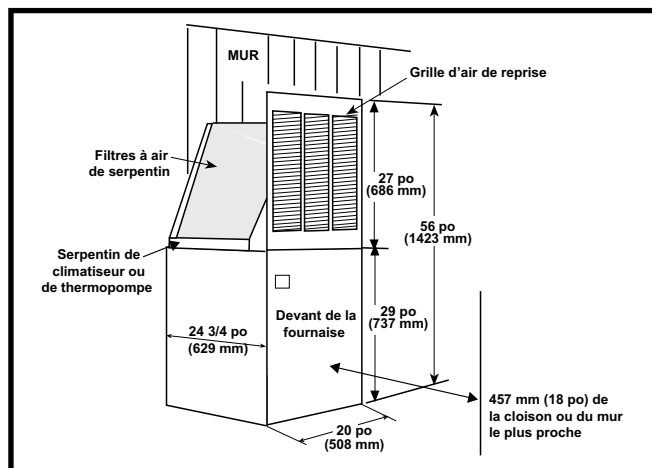

Figure 10. Installation dans une alcôve
- Découpez les ouvertures brutes de l'alcôve aux dimensions minimales indiquées à la Figure 10 (page 8). **REMARQUE :** La hauteur peut augmenter selon la dimension du boîtier de serpentin.